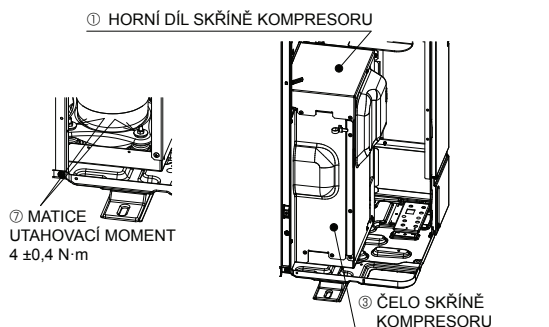

Fig. 4-2
① → ③ → ④ → ⑤ → ⑥ → ⑦ → ⑧ → ⑨
- Po demontáži pevných částí KOMPRESORU nezapomeňte utáhnout matice a pak nasadte zpět HORNÍ DÍL SKŘÍŇE KOMPRESORU a ČELO SKŘÍŇE KOMPRESORU. (Fig. 4-2)